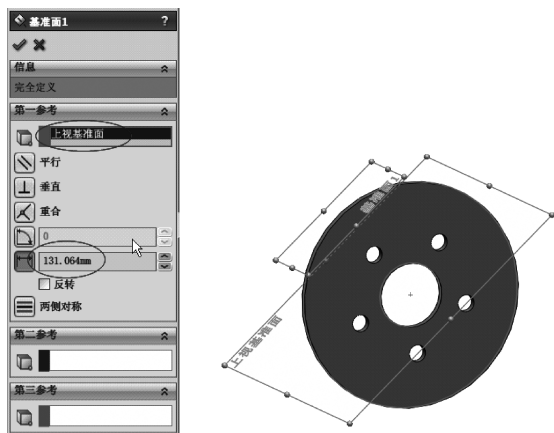

图 12-23 生成基准面 1
1) 单击【参考几何体】工具栏中的 (基准面) 按钮, 在【属性管理器】中弹出【基准面】属性设置。在【第一参考】中, 在图形区域中选择上视基准面, 单击 (距离) 按钮, 在文本栏中输入 131.064mm, 如图 12-23 所示, 在图形区域中显示出新建基准面的预览, 单击 (确定) 按钮, 生成基准面。